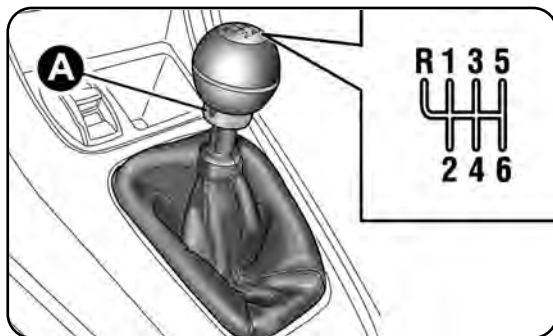

fig. 111
Per inserire le marce, premi a fondo il pedale della frizione e metti la leva del cambio nella posizione desiderata (lo schema per l'inserimento delle marce è riportato sull'impugnatura della leva fig. 111).
Per inserire la retromarcia (R) dalla posizione di folle solleva l'anello A-fig. 111 e contemporaneamente sposta la leva verso sinistra e poi avanti.